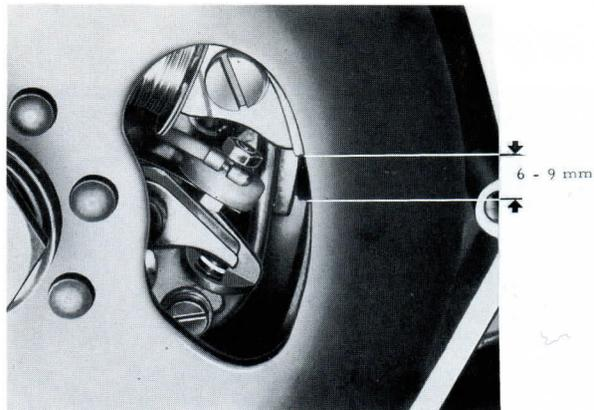

Bild 34-3 Fältbrytningsavstånd
6. Mät fältbrytningsavståndet utan att rubba svänghjulsinställningen. (Se bild 34-3).